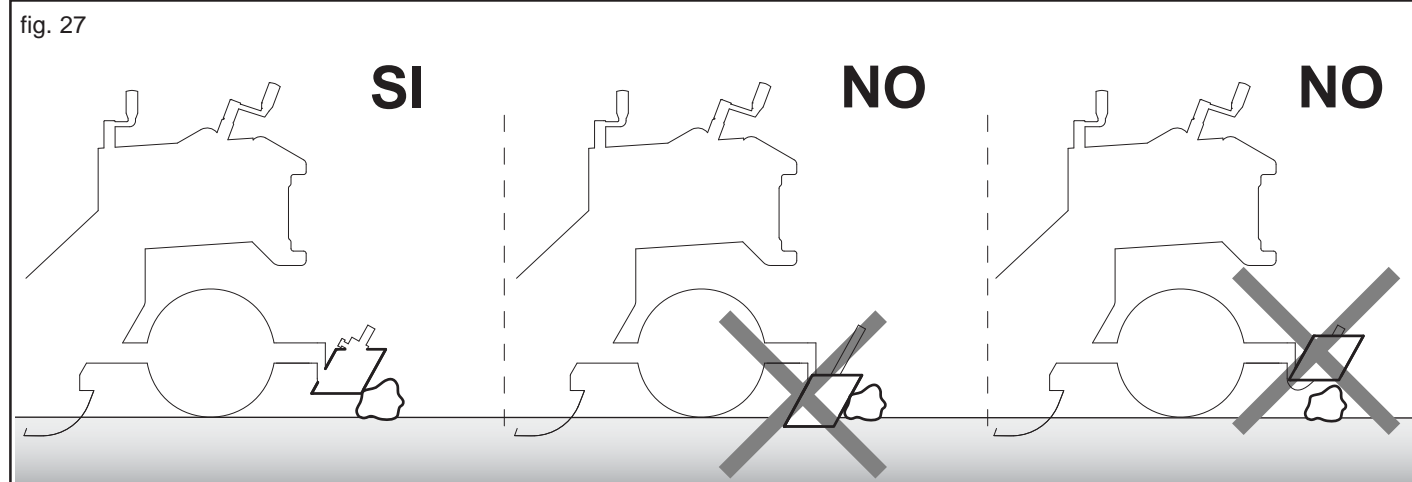

fig. 27
Enlevez la goupille (A, Fig. 27) et mettez-la dans le trou extérieur (B). Soulever l'élément de semis à l'aide de la poignée (12, Fig. 18) jusqu'à l'accrocher avec le levier (9, Fig. 18).